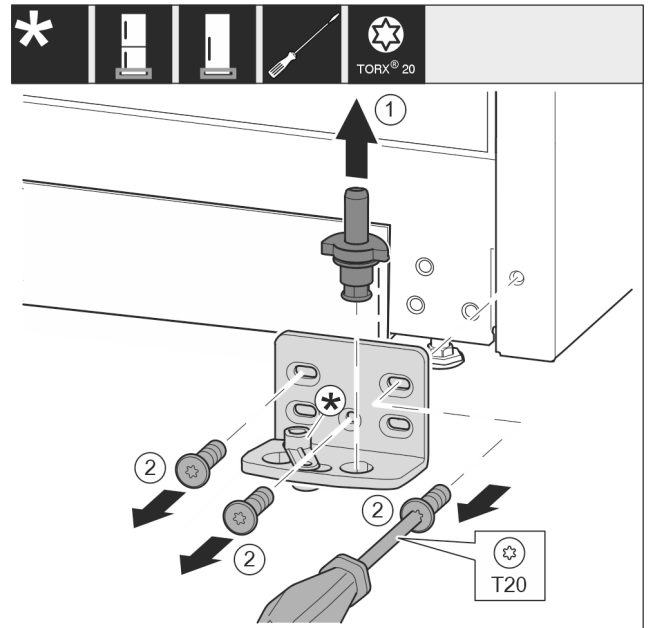

Fig. 39 *
- Lagerbolzen Fig. 39 (1) komplett nach oben herausziehen.*
- Schrauben Fig. 39 (2) mit Schraubendreher herausdrehen und Lagerbock abnehmen.*